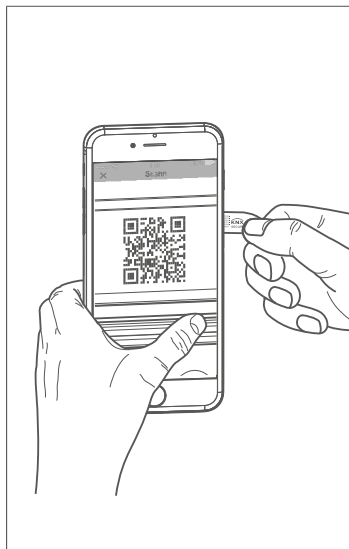
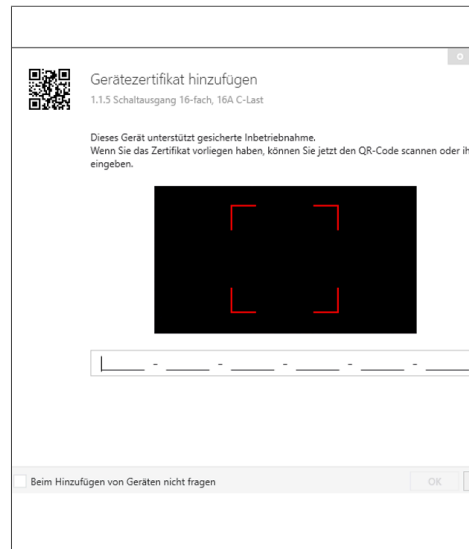

Fig. 8: Scansionare il codice QR
Fig. 9: Inserire il codice QR manualmente
- 2 Inserire il codice secure del dispositivo (codice QR) (Fig. 9), scansionarlo (Fig. 8) oppure aggiungerlo al progetto in ETS.